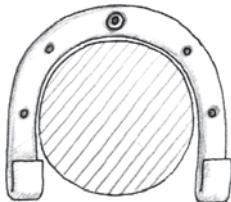

Рис. 12
6. Обогнуть полученную заготовку вокруг цилиндрической оправки диаметром около 20 мм (в качестве оправки можно использовать отрезок трубы, деревянную палочку, ручку отвертки и т.д.) (рис. 12).